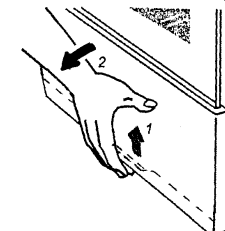

Рис. 9
7.5.1 Чтобы открыть дверку её нужно приподнять вверх, удерживая за специально выполненную выдавку снизу и наклонить на себя (рис. 9).